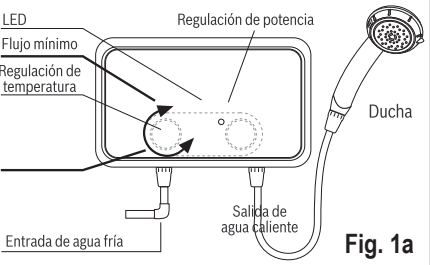

Fig. 1a
- Conecte la alimentación de agua fría en la entrada del aparato utilizando las guarniciones adecuadas. (Fig 1a)
- Conecte la manguera de salida de agua caliente a la ducha. En la unión de salida no debe haber válvulas o registros (Fig 1a, 1b)